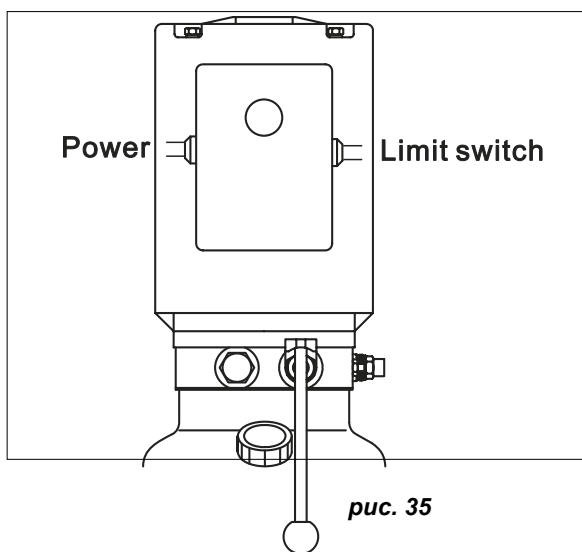

рис. 35
4.4.3.2 підключити кабель електроживлення і провід датчика-обмежувача до контактної колодки монтажного блоку електродвигуна (рис. 35) згідно зі схемою на стор.4.
4.4.3.4 Закрити кришку електричного блоку. Натиснути кнопку пуску (рис. 35), напрямок обертання двигуна має відповідати стрілці на корпусі насоса.